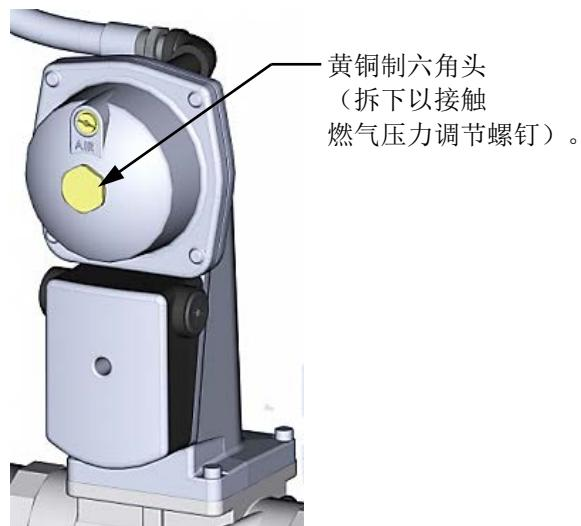

图 4-3: SSOV 燃气压力调节螺钉的位置
10. 接下来，验证 SSOV 的下游燃气压力被设置在 **2.0 ± 0.4 英寸 W.C. (498 ± 100 Pa)**。如果需要调整燃气压力，请卸下 SSOV 驱动装置上的黄铜制六角螺母（参见图 4-3），以接触燃气压力调节螺钉。用平头螺丝刀进行燃气压力调整，使得燃气压力大约在 **2.0 ± 0.4" W.C. (498 ± 100 Pa)** 的范围内。
15. 如果氧气水平不在要求的范围内，则必须使用 SSOV (图 4-3) 上的燃气压力调整螺来调整 SSOV 的下游侧的燃气压力。缓慢旋转燃气压力调节螺钉 (约 1/4 圈增量)。每次调整后让燃烧分析仪稳定下来。顺时针旋转可降低氧气水平，逆时针旋转则增加氧气水平。